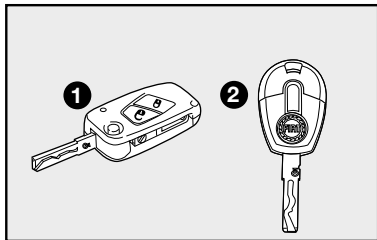

fig. 1
## CHAVES fig. 1
- Duas chaves **1-fig.1** ou **2-fig.1**.
- abertura/fechamento das portas por meio do controle remoto. (chave **1-fig. 1**)
Para a chave **2-fig. 1** está prevista a predisposição para instalação de controle remoto.